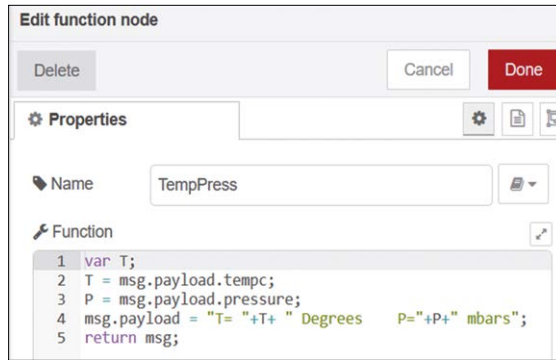

Figure 4.52 Contenu du nœud de fonction
- Créer un **fonction** nœud (figure 4.52), nommez-le comme suit **Presse à effleurement**, et entrez les instructions suivantes dans ce nœud :